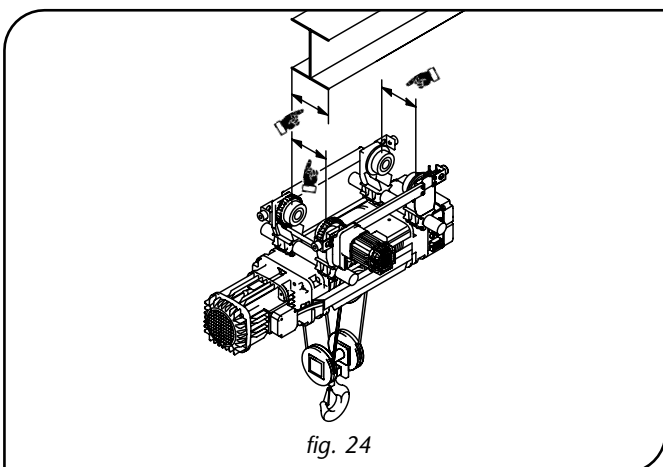

fig. 24
- Se il paranco è dotato di carrello monotrave DST verificare la larghezza dell'ala della trave che deve corrispondere a quella predisposta per le ruote del carrello (fig. 24).